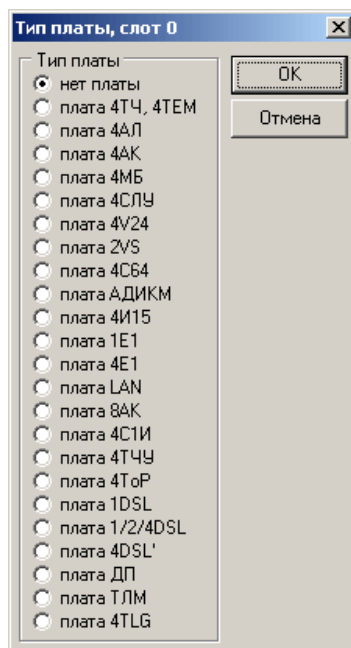

Рисунок 3
- выбрать из появившегося контекстного меню пункт *«изменить тип платы»*, после чего появится список возможных типов модулей для записи в конфигурацию (рисунок 3);